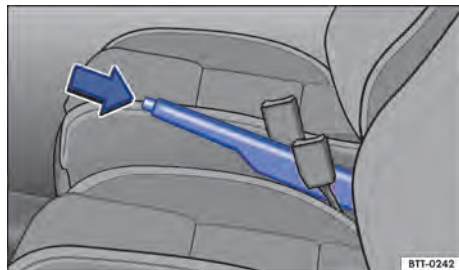

Fig. 96 Entre os bancos dianteiros: alavanca do freio de estacionamento.
- Puxar a alavanca do freio de estacionamento para cima com o botão bloqueador pressionado → Fig. 96 (seta).
- Puxar a alavanca do freio de estacionamento um pouco para cima e pressionar o botão bloqueador → Fig. 96 (seta).